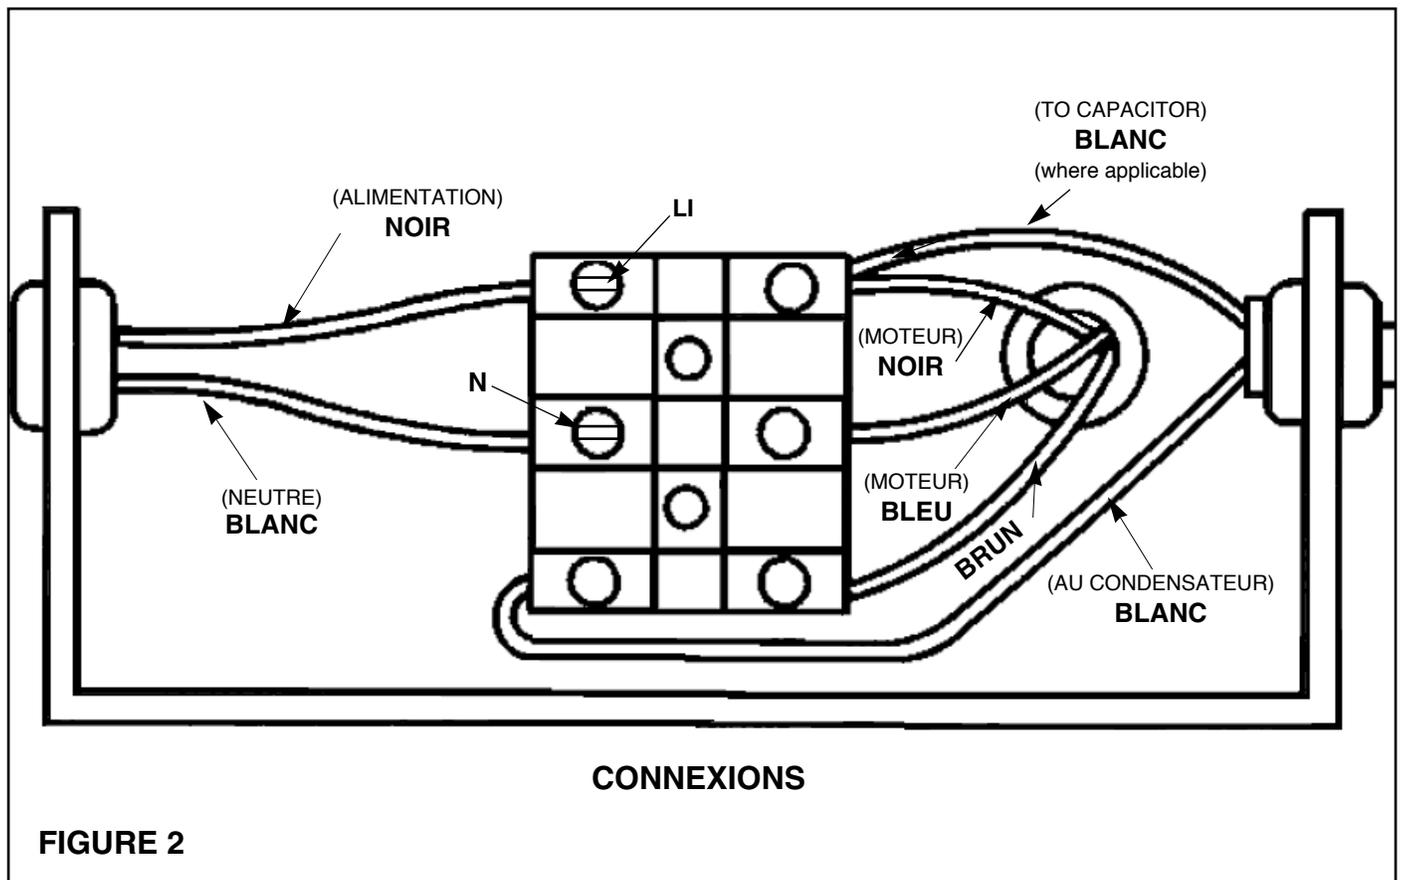

FIGURE 2
3. **Refer to Figure 2.** Connect the house power wire (black) to the terminal marked LI. Connect the house neutral wire (white) to the terminal marked N. The fan housing is fully insulated and therefore no grounding is required.
- 3. **Consulter la Figure 2.** Brancher le fil d'alimentation (noir) à la borne portant la mention LI. Brancher le fil d'alimentation neutre (blanc) à la borne portant la mention N. Le boîtier du ventilateur est complètement isolé; il n'a donc pas à être mis à la terre.